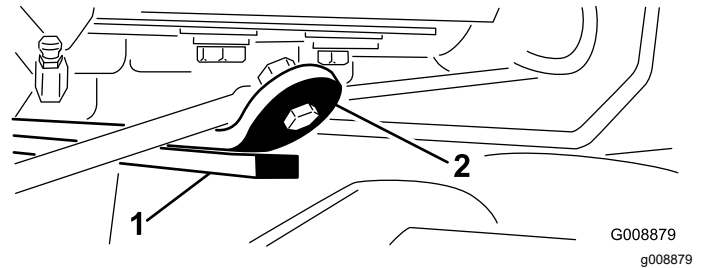

図 14
- 3. エンジンを始動し、昇降アームを上昇させて、後カッティングユニット上部にあるウェアバーとバンパーストラップとの間のすき間が、0.51-2.54 mm になっていることを確認する 図 14。